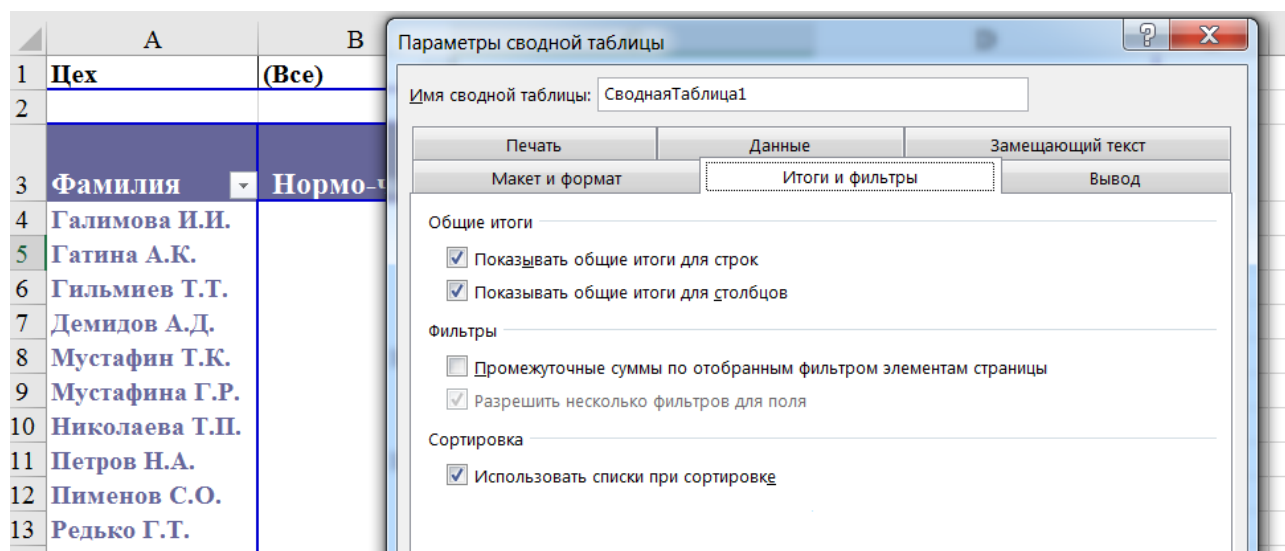

Рис. 8 Настройка параметров сводной таблицы
5. Для настройки параметров сводной таблицы (печати, отображения итогов и фильтров и др.) нужно в контекстном меню сводной таблицы выбрать команду Параметры сводной таблицы, **рис. 8.**